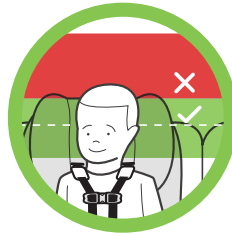

Figure 21
**Orientation vers l'avant** – Le haut des oreilles de l'enfant **DOIT** être sous la partie supérieure de l'appui-tête du siège d'auto, tel qu'illustré dans la **Figure 21**. Si le haut des oreilles de l'enfant dépasse la partie supérieure de l'appui-tête du siège d'auto dans sa position la plus haute, l'enfant est alors trop grand pour ce siège d'auto.